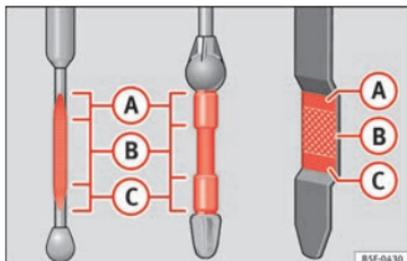

Fig. 241 Asta di misurazione livello olio motore
– In seguito, estrarla di nuovo e controllare il livello dell'olio » fig. 241. Se necessario, rabboccare dell'olio.